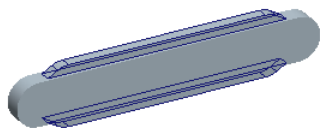
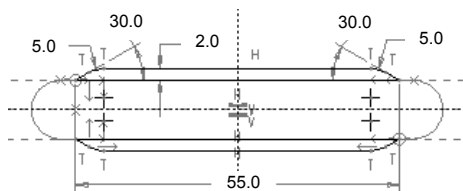

图 5.28.4 实体拉伸特征 2
图 5.28.5 截面草图
(3) 在操控板中选择深度类型 **↔** (即两侧拉伸)，输入深度值 4.0。
(4) 在操控板中单击按钮 **☞**，预览所创建的特征；单击“完成”按钮 **✓**。
Step3. 创建图 5.28.4 所示的实体拉伸特征 2。
(1) 选择下拉菜单 **插入(I)** **→** **拉伸(E)...** 命令。
(2) 定义草绘截面。在绘图区右击，在弹出的快捷菜单中选择 **定义内部草绘...** 命令，系统弹出“草绘”对话框；选择 RIGHT 基准平面为草绘平面，选择 TOP 基准平面为参照平面，方向为 **左**；绘制图 5.28.5 所示的截面草图；绘制完成后，单击“草绘完成”按钮 。